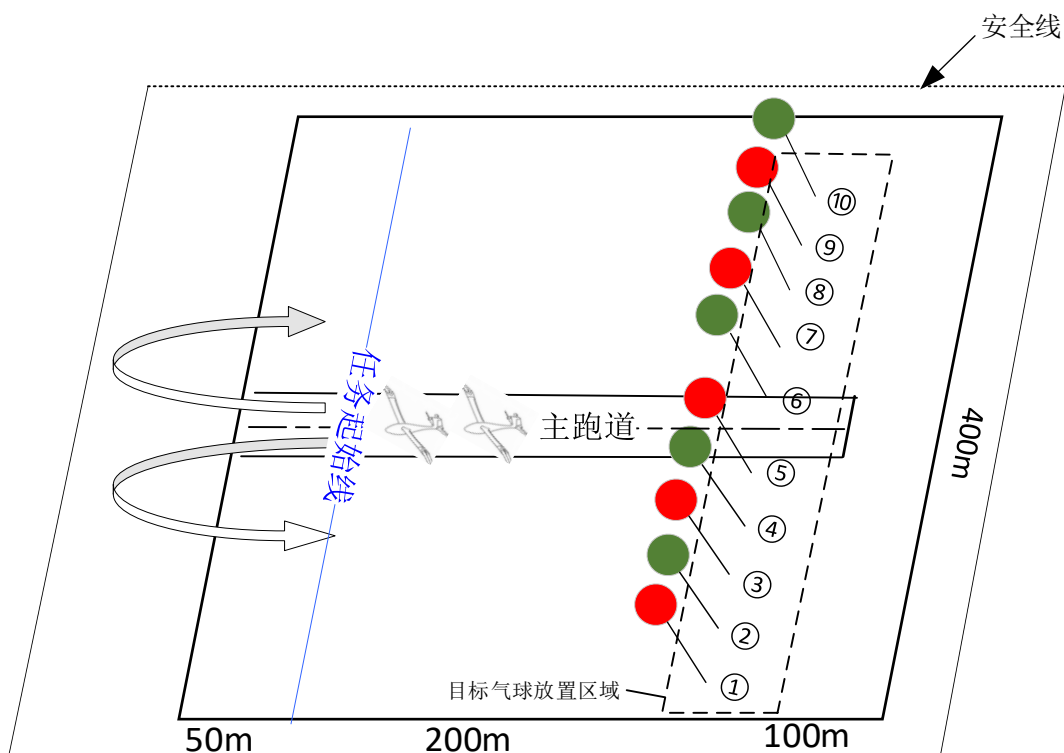

图 1.1 比赛场地示意图
- 1) 比赛场地：由飞行空域、任务区和安全线组成。参见图 1.1；
- 3) 任务区：如图 1.1 所示，场地长×宽为 350m×400m。其中主跑道用于无人机的起飞和着陆，长 250-300m，宽 6-7m，用于无人机（群）的起飞与回收。在任务区开始端头 50m 处设置任务起始线，在任务起始线 200m 处设置目标气球放置区，在该区域放置 10 个直径约 1m（充满气状态）气球（①~⑩号），其中 5 个气球为红色 5 个为其他颜色，红色气球目标
- 3) 裁判员发出允许起飞的信号或口令后即开始计时，无人机从起降区自主起飞（手抛起飞方式以飞机抛出手为准），起飞方向如图 1.1 中箭头所示。